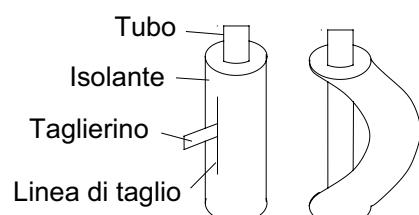

Fig. 9
- (4). Nel piegare la tubazione, non piegarla così com'è: essa rischia di rompersi. In tal caso, tagliare il materiale isolante con un taglierino affilato - come mostrato in Fig. 9 - , successivamente piegare la tubazione. Dopo aver piegato la tubazione nel modo desiderato, riposizionare il materiale isolante sulla tubazione, fissandolo mediante nastro.